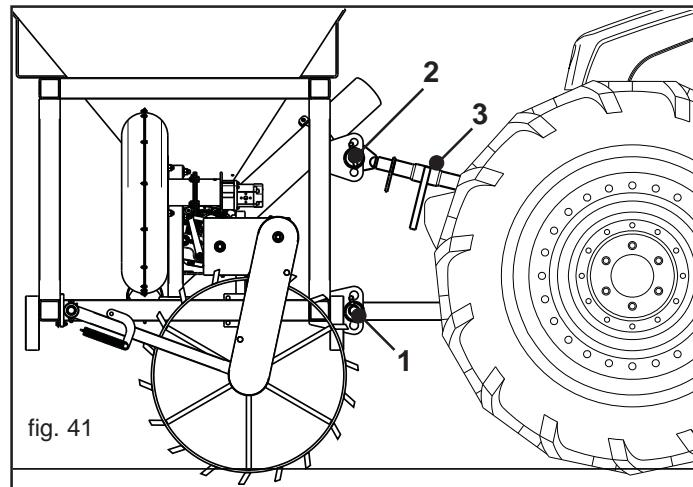
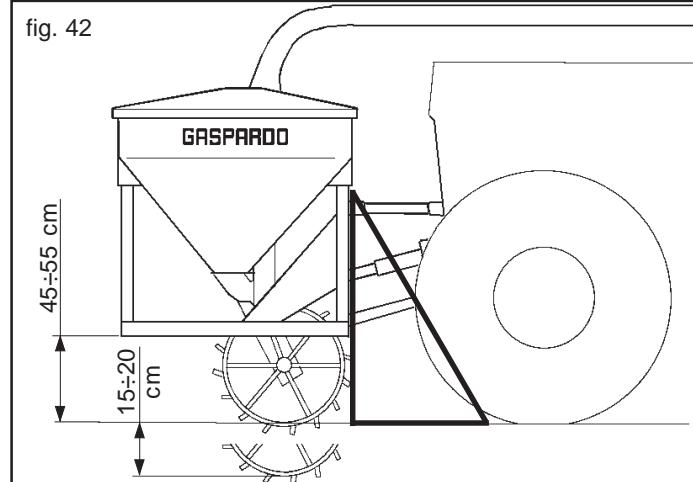

fig. 41
fig. 42
- 1) Accrocher les barres de l'élèvateur aux pivots prévus à cet effet (1, Fig. 41). Bloquer par les goupilles à encliquetage.
- 2) Relier le troisième point supérieur (2, Fig. 41); bloquer la cheville par la goupille "ad hoc". Positionner le semoir perpendiculairement au sol (Fig. 42) par l'entretoise de réglage (3, Fig. 41).
- 5) Soulever l'outil avant, enlever les pieds d'appui. Afin d'assurer la rotation de la roue de transmission, régler la hauteur du sol de l'outil en position de travail (45÷55 cm Fig. 42). Cette distance doit être maintenue constante pendant le labour.
- 6) En conditions de travail, garantir l'adhérence de la roue motrice au sol. Utiliser les maillons de chaîne (C), illustrés à la Figure 51, pour régler une course totale d'environ 15÷20 cm (Fig. 42).